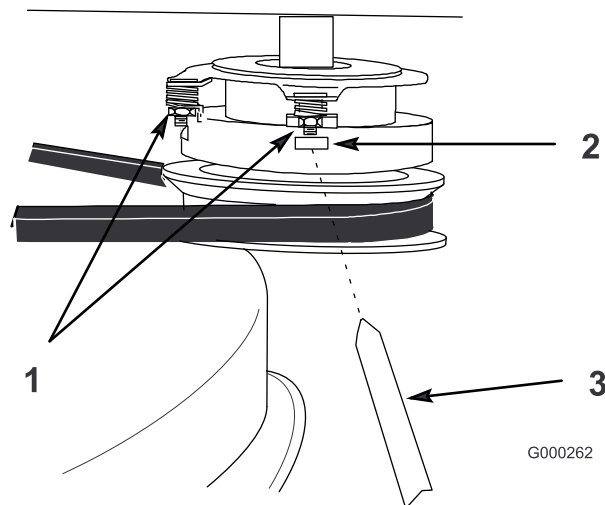

Figure 38
- Pour régler l'embrayage, serrez ou desserrez les contre-écrous sur les goujons à embase (Figure 38).
- Vérifiez le réglage en introduisant une jauge d'épaisseur dans les fentes à côté des goujons (Figure 38).